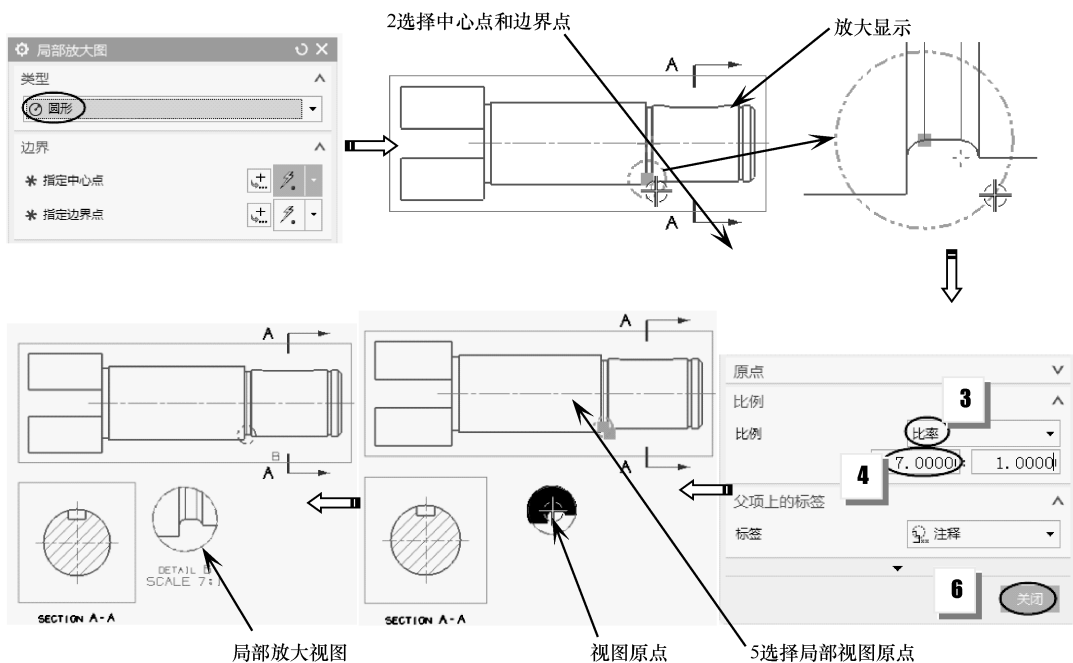

图 10-60 创建局部放大视图
- 06 在【视图】组中单击【局部放大图】按钮，弹出【局部放大图】对话框。按如图 10-60 所示的操作步骤在轴退刀槽处创建局部放大图。